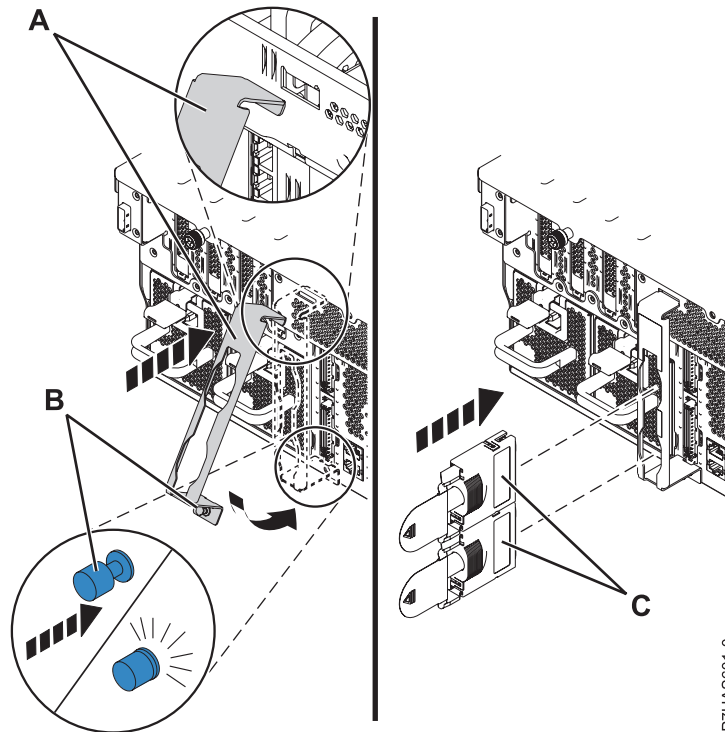

図 5. ケーブル保持ブラケットの取り付け
15. ケーブル保持ブラケット (A) が提供されている場合、次の手順を実行します。
- a. ケーブル保持ブラケット (A) を取り付けます。 ケーブル保持ブラケットを図 5 に示されているように斜めにして、ブラケット上部にあるタブをアセンブリーのスロットにはめ込みます。
- b. ケーブル保持ブラケットをシャーシ方向へ回転させ、ブラケット・ファスナー (B) をシャーシの開口部に押し入れてブラケットを固定します。